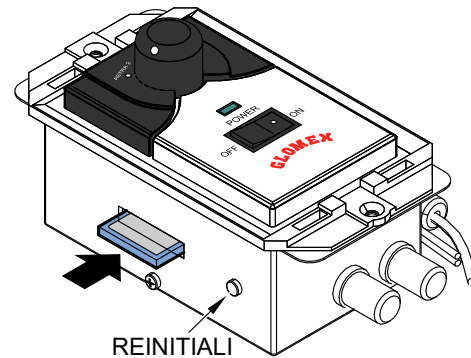

Fig. 45
4. Insérez la carte SD dans la fente située sur le côté de l'unité de contrôle, comme indiqué sur la figure **Fig. 45**. Allumez l'unité de commande (touche B, Fig. 24) et maintenez le bouton de RÉINITIALISATION enfoncé (Fig. 45) jusqu'à ce que la LED de l'unité de commande passe au orange. Lorsque la mise à jour est terminée, la LED passe au vert. Si la LED clignote rouge/vert, la mise à jour n'a pas réussi. Il faut recommencer la procédure de mise à jour depuis le début.